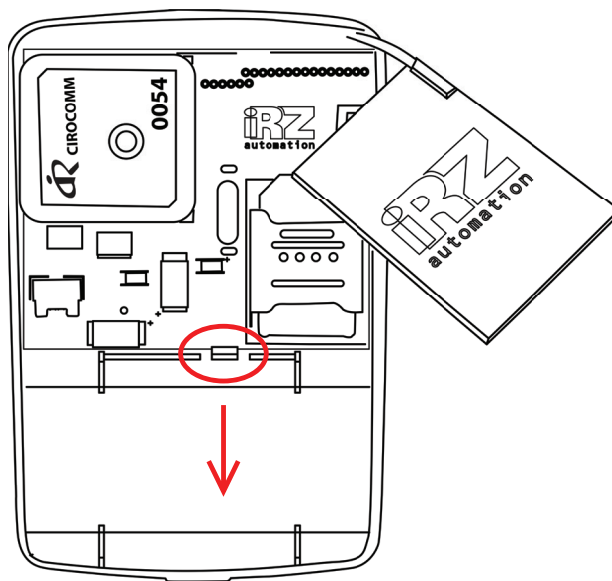
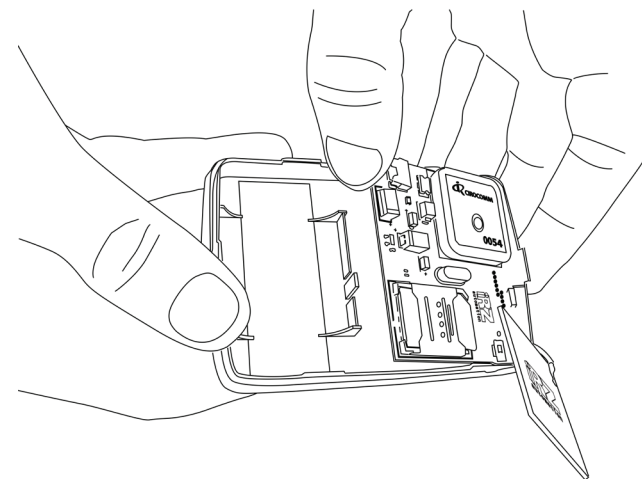

рис. 4
рис. 5
2.4. Отодвинуть фиксатор, удерживающий плату (по направлению стрелки на рис. 4) и извлечь плату с GSM-модулем из корпуса FindMe (см. рис. 5).